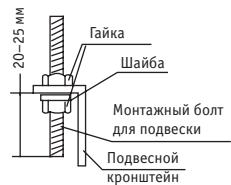

Рис. 49-10
2. Установите подвесной кронштейн на монтажном болте для подвески (см. рис. 49-10). Верните монтажные болты в корпус блока (см. рис.49-11).